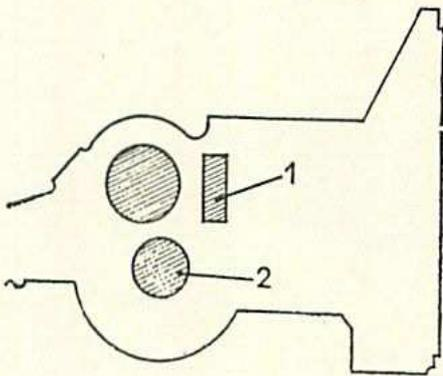

Fig. 53. — Emplacement des cales pour le couple conique
- Placer les cales du roulement de pignon d'angle (1) (fig. 53) dans le carter (les cales utilisées doivent être propres et exemptes de bavures, les plus minces seront placées entre les plus épaisses, mais la plus épaisse doit être mise au fond du carter).